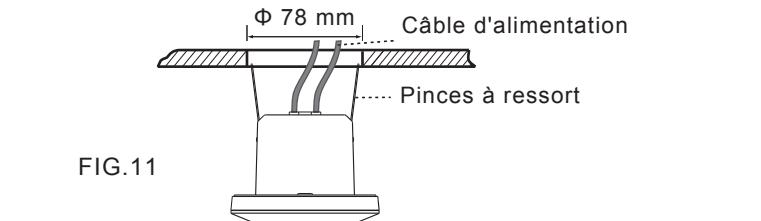

FIG.11
- 3.4.2.4 Rapprochez les deux pinces à ressort du détecteur et insérez le détecteur dans le trou qui est percé dans le plafond (voir la FIG.11).